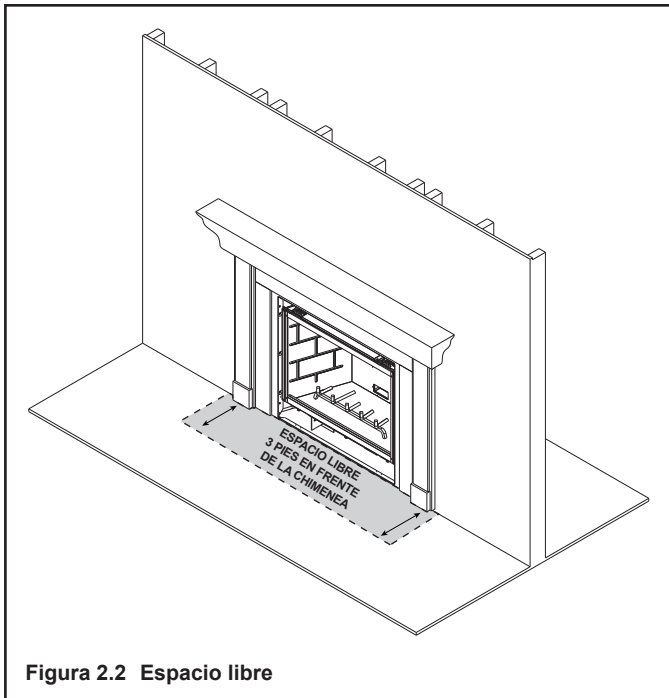

Figura 2.2 Espacio libre
**ADVERTENCIA! NO** coloque objetos combustibles en frente de la chimenea ni bloquee las parrillas. Las altas temperaturas pueden iniciar un incendio. Consulte la Figura 2.2.